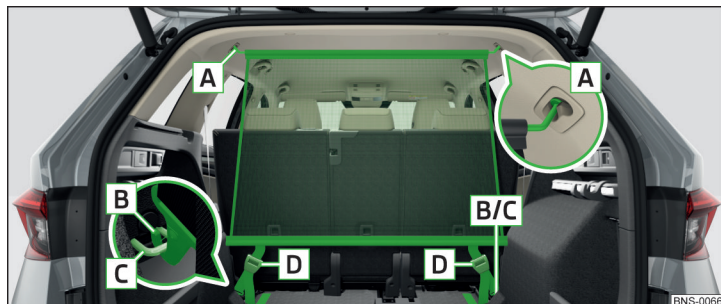

Fig. 134 Filet de séparation derrière les sièges arrière
- Pour le **montage**, insérez d'abord la barre transversale dans le logement **A** d'un côté et poussez-la vers l'avant. Insérez la barre transversale de la même manière dans le logement **A** de l'autre côté du véhicule » fig. 134.